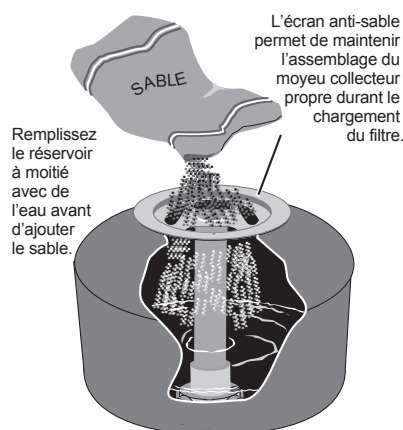

Figure 4
1. Pour maintenir le sable à l'extérieur de l'ensemble collecteur, placez une protection anti-sable en plastique au-dessus du tube du collecteur avant de verser le sable dans le filtre (voir Figure 4).